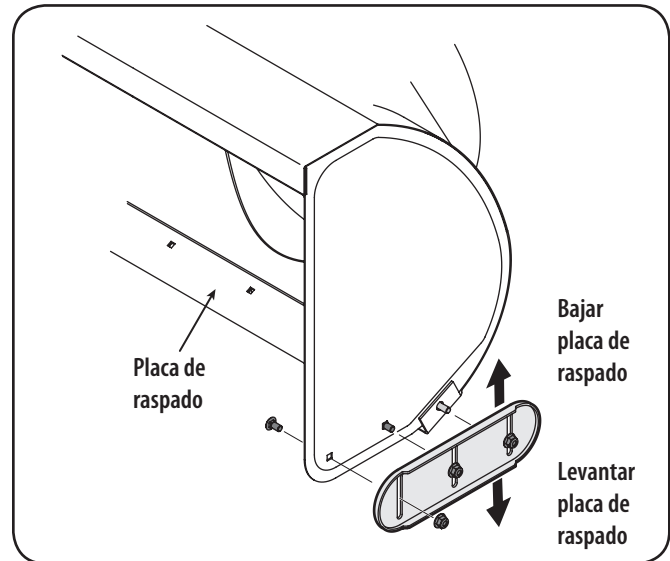

Figura 3-21
1. Ajuste las zapatillas antideslizantes aflojando las seis tuercas hexagonales (tres a cada lado), las arandelas y los pernos del carro que sujetan las zapatillas antideslizantes a la caja de la barrena. Consulte la Figura 3-21.
2. Respetando la distancia entre la placa de raspado y el suelo, ajuste las zapatillas hacia arriba o hacia abajo para lograr la altura deseada de la placa de raspado. Vea la Figura 3-21.